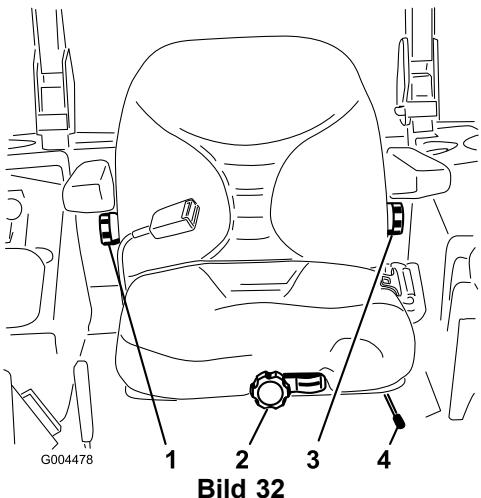

Bild 32
1. Wenn Sie den Sitz verstehen möchten, bewegen Sie den Hebel zum Entriegeln des Sitzes zur Seite (Bild 32).
Setzen Sie sich nicht auf den Sitz und drehen Sie das Handrad zum Verstellen an der Vorderseite solange, bis der gewünschte Komfort erreicht ist (Bild 32).
Drehen Sie zum Verstellen das Handrad unter der rechten Armlehne solange in eine Richtung, bis der gewünschte Komfort erreicht ist (Bild 32).
Drehen Sie zum Verstellen das Handrad unter der linken Armlehne solange in eine Richtung, bis der gewünschte Komfort erreicht ist (Bild 32).